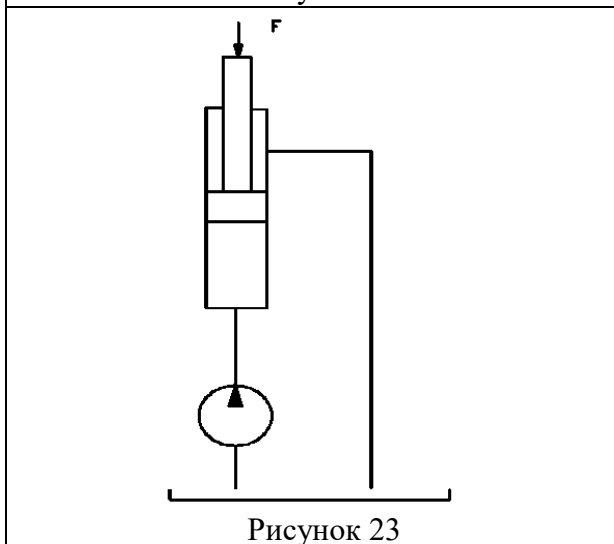

Рисунок 23
24. Поршень гидроцилиндра (рис. 23) диаметром  $D = 125$  мм поднимается вверх со скоростью  $V = 0,4$  м/с, преодолевая усилие  $F = 75$  кН. Определить подачу и давление насоса, а также полезную мощность гидроцилиндра. Давлением жидкости в штоковой полости гидроцилиндра можно пренебречь.
25. Насос с рабочим объемом  $q$ , объемным КПД  $\eta_{об} = 0,95$ , полным КПД  $\eta = 0,9$  и потребляемой мощностью  $N = 25$  кВт подает рабочую жидкость в поршневую полость гидроцилиндра диаметром  $D = 0,25$  м, развивающим на штоке усилие  $F = 150$  кН (рис. 23). С какой частотой вращается вал насоса? Потерями давления в гидролиниях можно пренебречь.